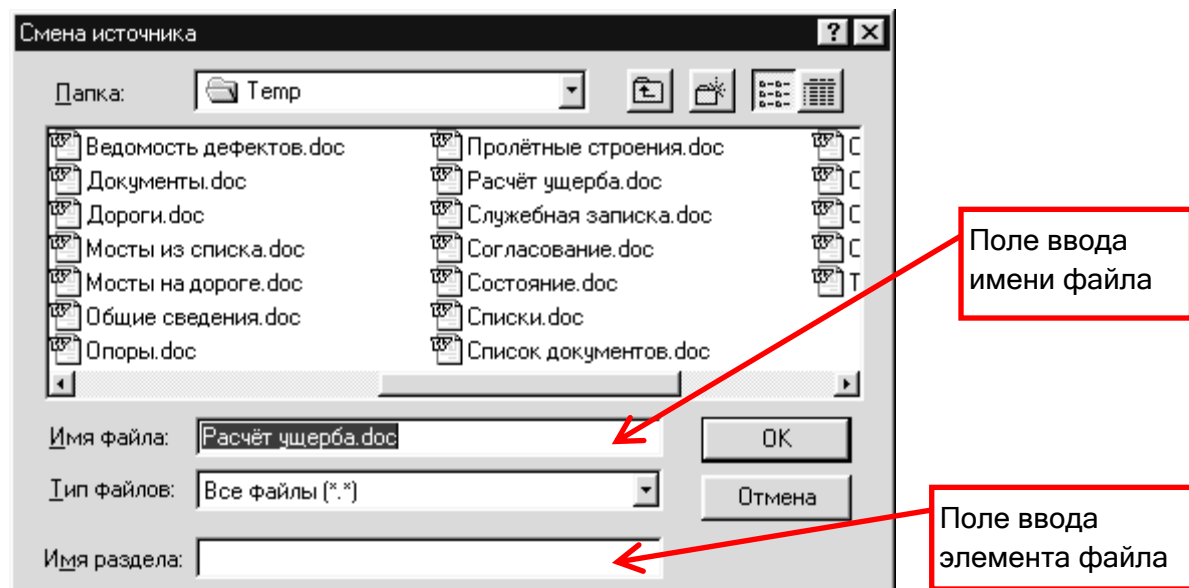

Рис. 92. Диалоговое окно смены источника для связанного OLE-объекта
- ✧ Нажмите кнопку [Сменить источник...]. Появится диалоговое окно "Смена источника" (рис. 92).